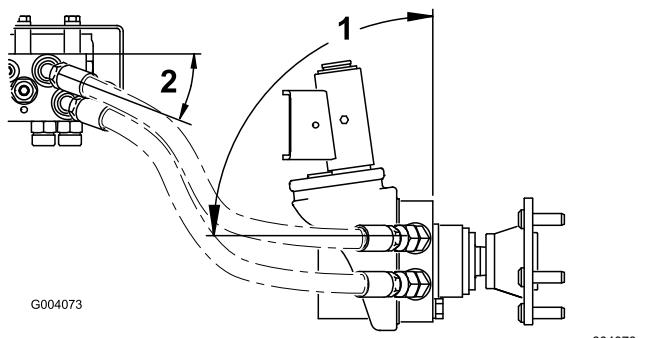

Bild 8
- Wiederholen Sie die Schritte für den rechten Radmotor. Positionieren Sie die Schläuche, siehe Bild 8, und ziehen Sie alle Schlauchanschlussstücke an.